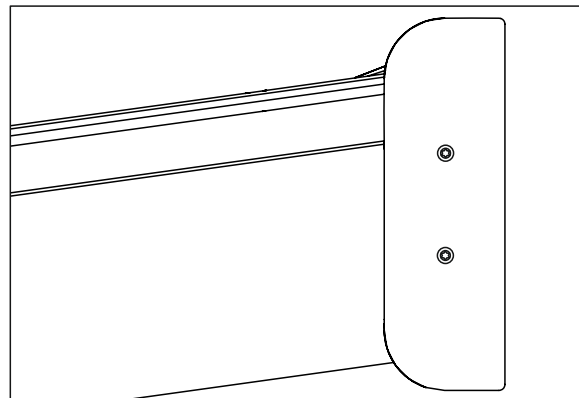

Abb. 2
2. Befestigen Sie die Seitenplatte an beiden Seiten von dem Wandprofil. Siehe Abb. 2